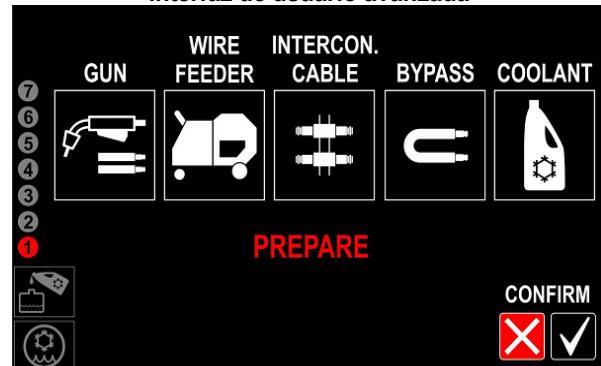
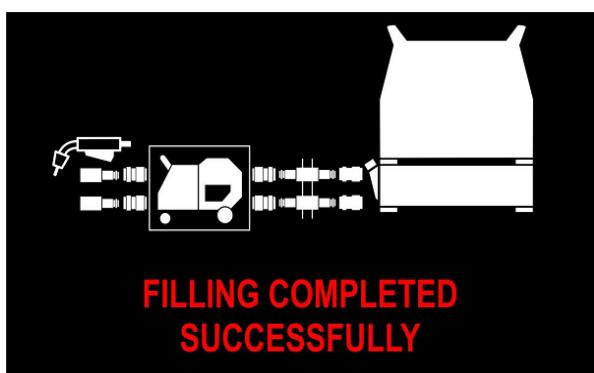
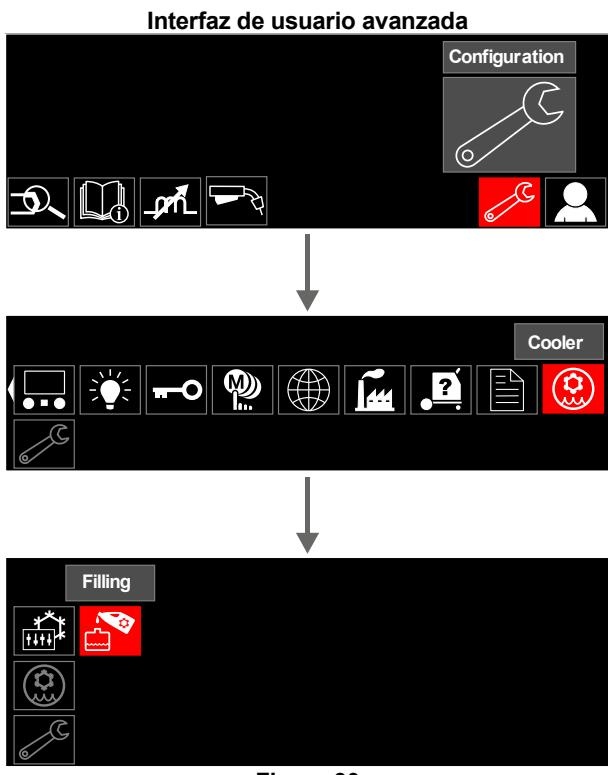

Figura 14
Figura 21
Figura 30
- Si el **COOL ARC® 60** se conecta por primera vez, la fuente de alimentación iniciará automáticamente el procedimiento de llenado (Figura 14 o 22). Quite la tapa del depósito para evitar que se produzca un vacío parcial.
- Si el proceso de llenado se ha realizado correctamente (Figura 21 o 29), el refrigerador pasará al modo AUTO.
Si se conecta un **producto** diferente, habrá que iniciar el procedimiento de llenado de forma manual. Lleve a cabo en primer lugar el paso indicado en la Figura 30 o 31; después, repita los pasos de la Figura 14 o 22 a la Figura 21 o 29.